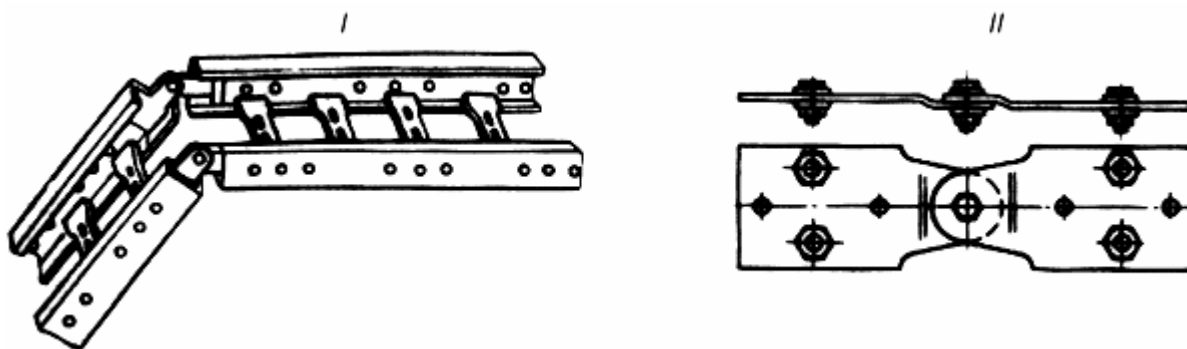

Рис.9
Для изменения положения поворотов магистрали лотков (I) с горизонтального на вертикальное под любым углом применяют шарнирные переходные соединители НЛ-СШУЗ (II) (рис.9).